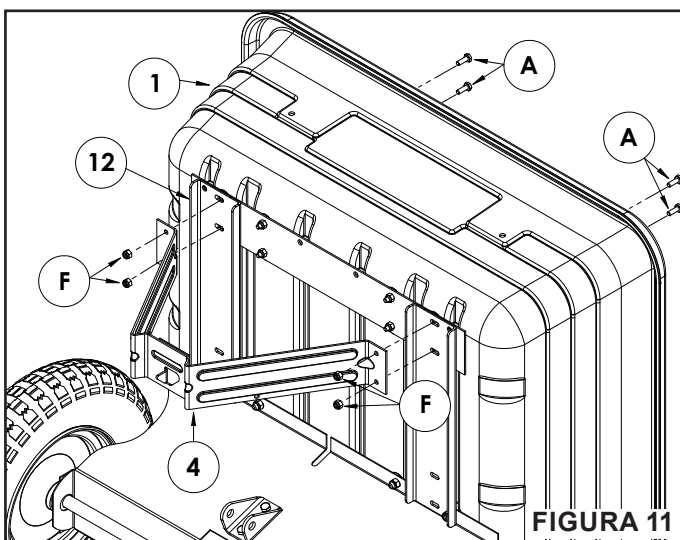

FIGURA 11
PASO 11: (VER FIGURA 11)
- Instale dos pernos de 1/4" (A) a través de los orificios delanteros exteriores derechos de la bandeja de polietileno (1), la placa soporte del seguro (3) y el soporte frontal (12).
- Coloque el soporte del seguro (4) sobre los tornillos de 1/4" (A). Asegúrese de acomodarlo como se ve a continuación.
- Asegure con dos tuercas nyloc de 1/4" (F).